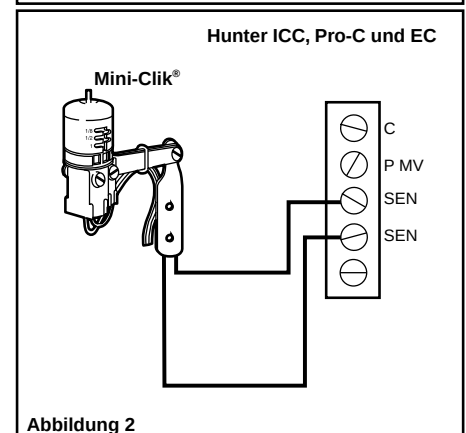

Abbildung 2
3. Schließen Sie eine Leitung an den einen, mit „SEN“ gekennzeichneten Eingang und die andere Leitung an den anderen „SEN“-Eingang an (Siehe Abbildung 2).